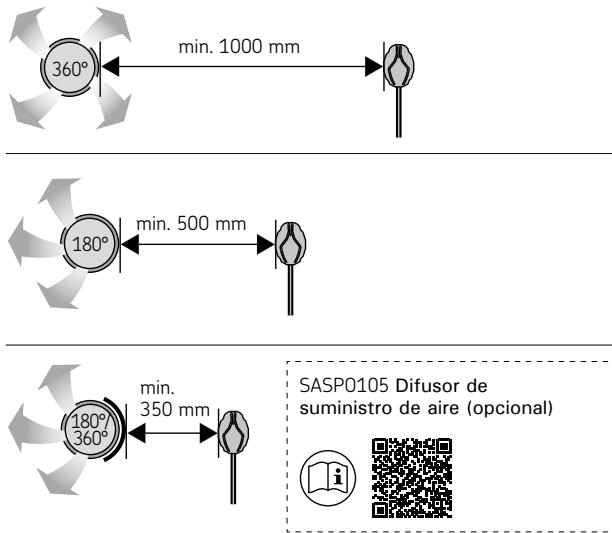

Figura 9. Distancia mínima entre la salida de suministro de aire y el sensor de temperatura.
- **Ventilación mecánica:** La salida de aire de impulsión debe ubicarse en la parte superior de la sauna para que no interfiera en el funcionamiento del sensor de temperatura. (Figura 9. Distancia mínima entre la salida de suministro de aire y el sensor de temperatura.)